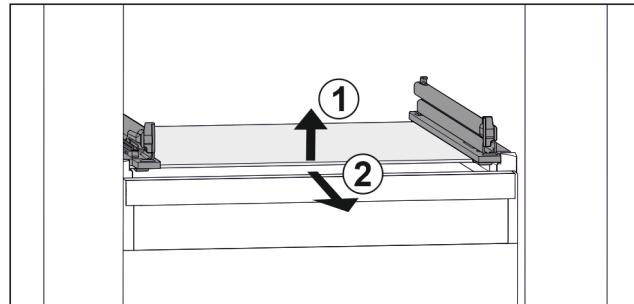

Fig. 112 Приблизне відображення скляної пластини
- Підняти скляну пластину спереду. Fig. 112 (1)
- Вийняти скляну пластину рухом вперед. Fig. 112 (2)